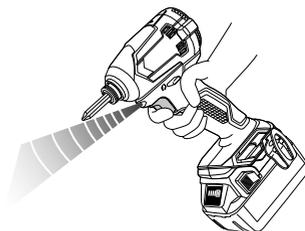

Fig. 14
**SEGNALE DI ALLARME LUCE LED (Fig. 14)**